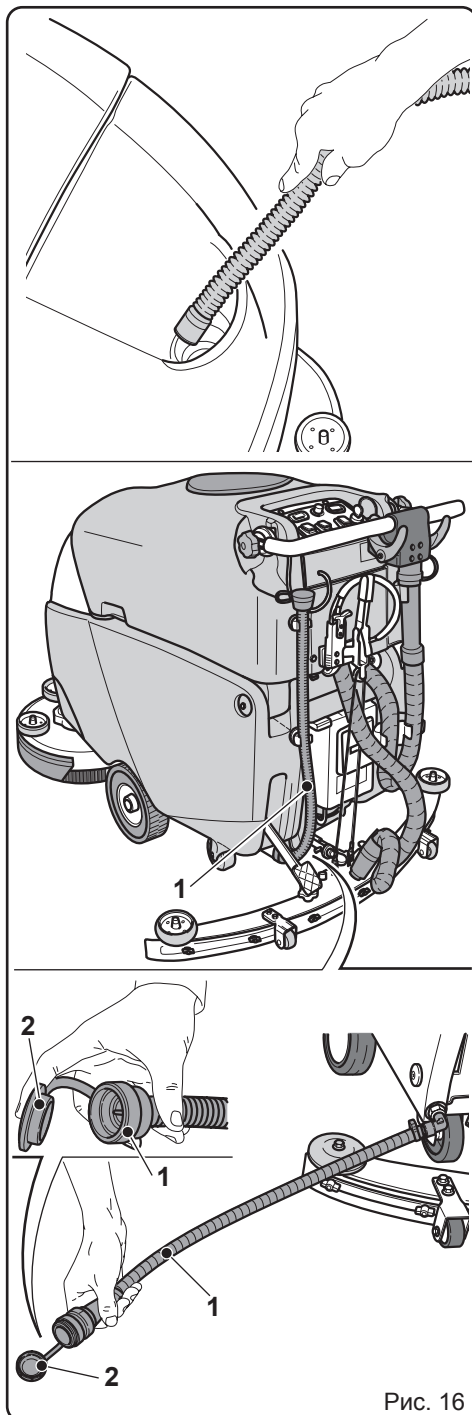

Рис. 16
10.1.a - Очистка бака для чистой воды (Рис. 16)